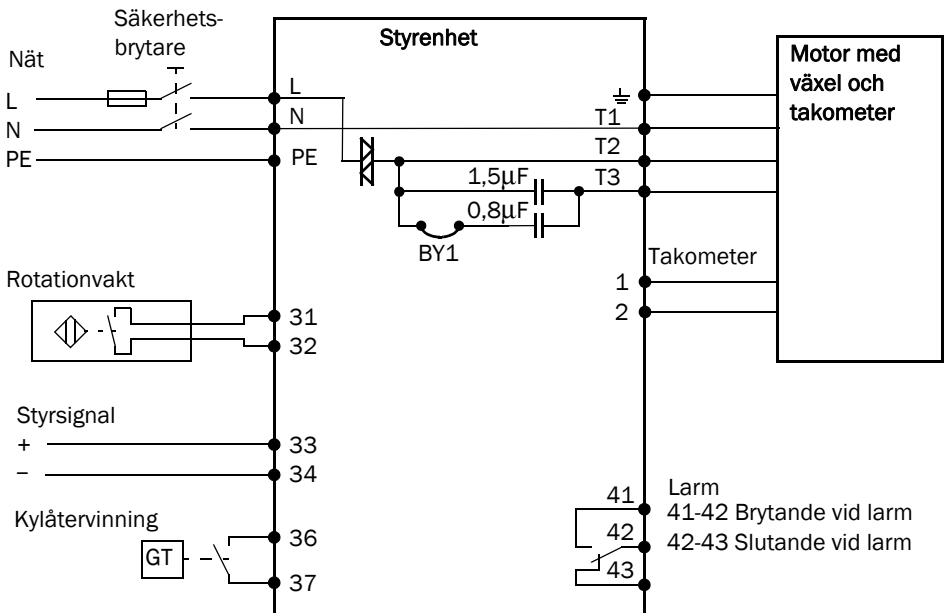

Fig. 3 Kopplingschema
Motorn går ojämnt, ryckigt	Kontrollera att valt kapacitansvärde är rätt för den motor som används. Se avsnitt 2.2.4, sidan 11 och Fig. 3.
Motorn går inte vid ca 50% styrsignal eller lägre	Kontrollera att motorn är jordad i styrenheten, samt att jordledaren i nätkabeln är ansluten till styrenhetens jordplint (PE), se Fig. 3, page 10. Kontrollera även takometerkabelns förläggning, se avsnitt 2.2.1, sidan 8.